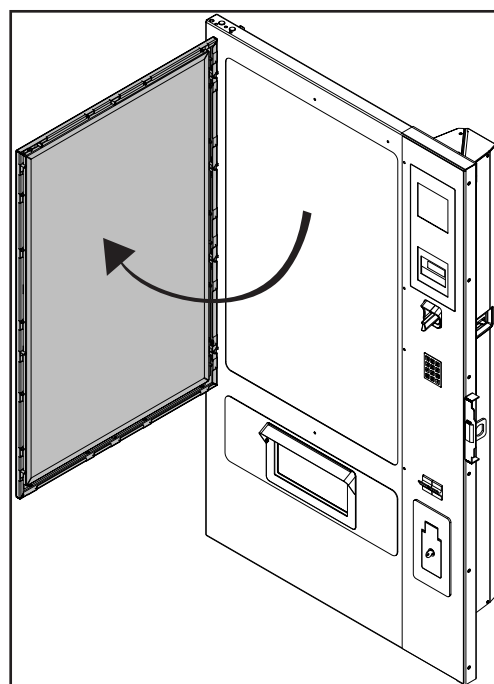

Fig. 12
5. Ouvrir la protection antichoc (fig. 12).